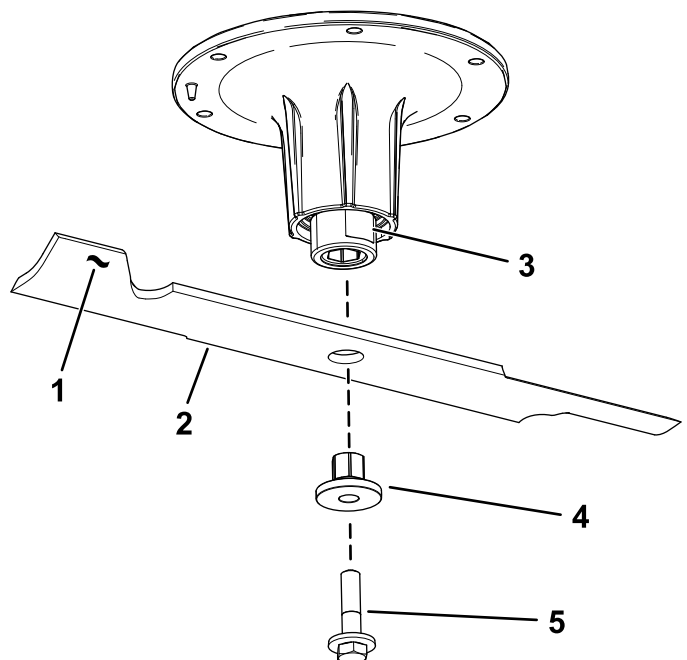

**Figure 70**
2. Retirez le boulon, la douille et la lame de l'axe de pivot (Figure 70).